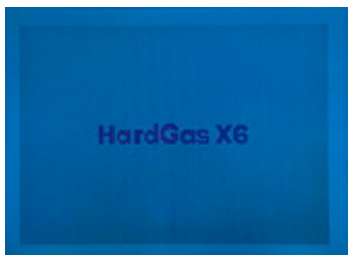

Рисунок 7 - Экран приветствия газоанализатора HardGas X6.
3.4.1 На чистом воздухе, в выключенном состоянии, нажмите и удержите кнопку  в течение 3 секунд, после чего устройство включится (рисунок 7).